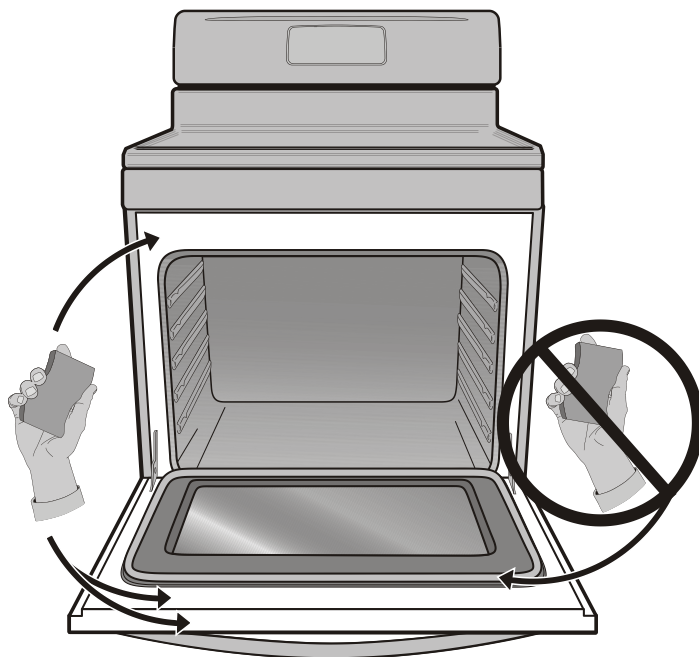

Fig. 1
- Nettoyez la saleté qui se trouve sur le cadre de la porte du four, autour du joint et la petite surface située au centre, à l'avant de la sole du four. Ces zones chauffent suffisamment pour que la saleté y brûle. Nettoyez-les avec de l'eau et du savon. Ces sections sont indiquées en blanc (fig. 1).